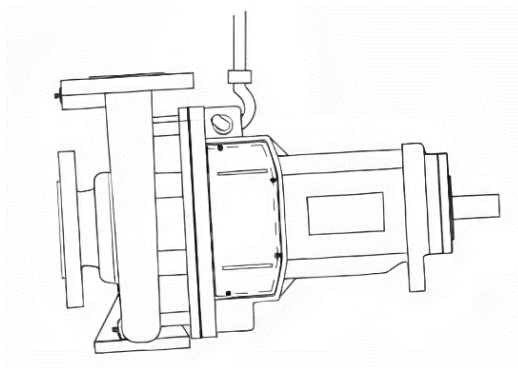

Рис. 3 Схема строповки насоса
При подъеме агрегата электронасосного NISO строповку производить по схеме, приведенной на рис. 3, 4.
- установить агрегат насосный на раме на заранее подготовленный фундамент (схему строповки см. рис. 3, 4);